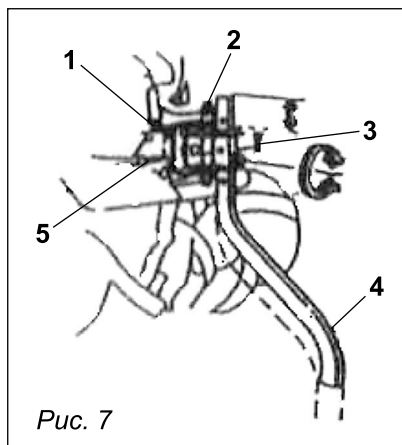

Рис. 7
Для регулировки глубины вспашки необходимо отрегулировать по высоте сошник. Вынуть штифт (5), переместить сошник (4) вверх (глубина вспашки уменьшится) или вниз (глубина вспашки увеличится), зафиксировать в требуемом положении. Правильная регулировка зависит от почвы (рис. 7).